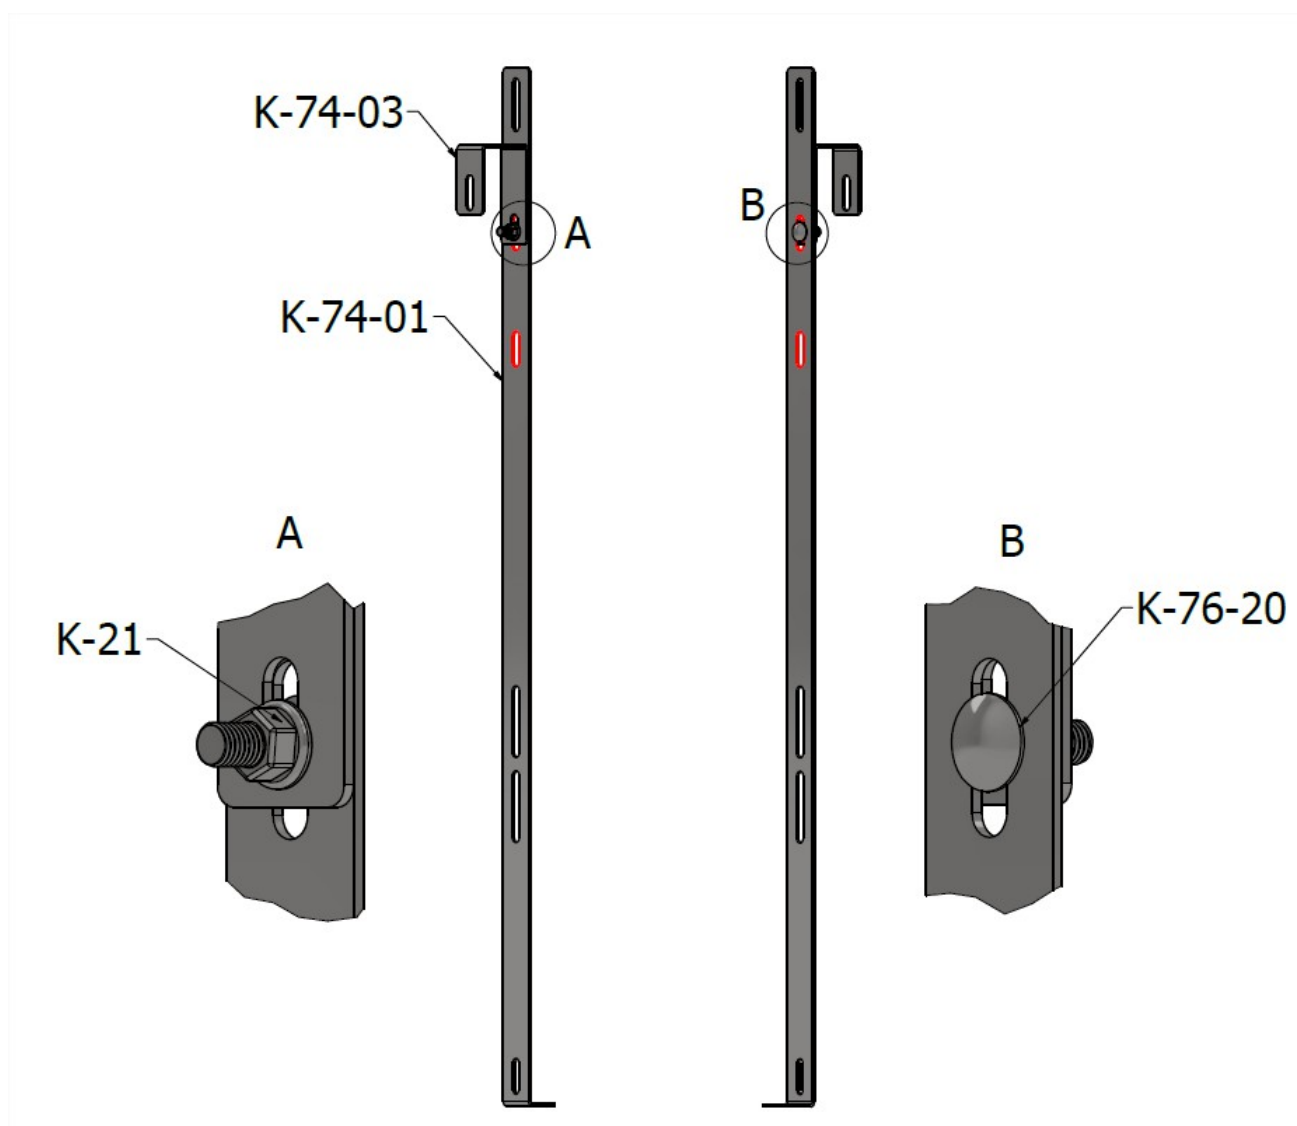

FIG. 3 Asamblarea cu șuruburi a elementelor K-74-01 și K-74-03
2. Următorul pas constă în asamblarea preliminară a componentelor K-74-01 și K-74-03. Pentru aceasta, utilizați unul dintre cele două orificii pregătite, ceea ce permite alegerea înălțimii modulului pentru montarea pe balustradă. Componentele trebuie asamblate cu ajutorul unui șurub cu cap plat K-76-20 și a unei piulițe K-21 (FIG.3).